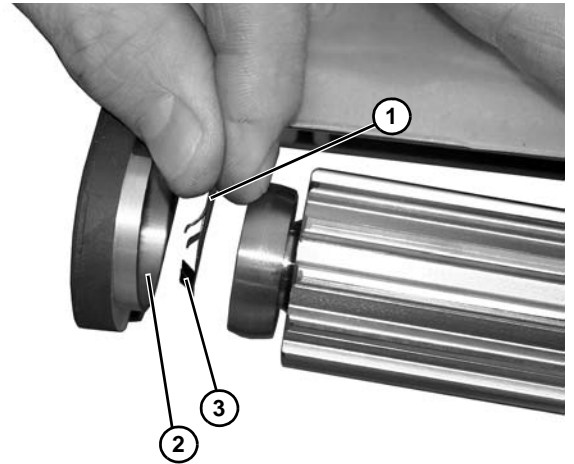

Figura 70
2. Agregue una arandela por resorte (**Figura 70, artículo 1**) al agujero del husillo de la placa del cabezal (**Figura 70, artículo 2**) en el lado del motor de accionamiento del lado opuesto con los dedos (**Figura 70, artículo 3**) hacia el agujero del husillo de la placa del cabezal.